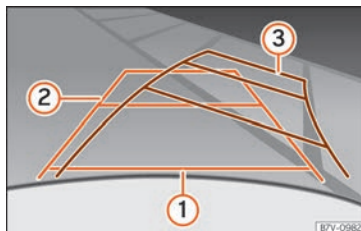

Abb. 277 Display: Orientierungslinien des Parkraums hinter dem Fahrzeug.
Bedeutung der auf den Bildschirm projizierten Orientierungslinien » Abb. 277. Alle Längenangaben der Orientierungslinien beziehen sich auf ein Fahrzeug, das auf einer waagrechten Fläche steht.
- Langsam rückwärtsfahren und dabei so lenken, dass die gelben Orientierungslinien in die Parklücke führen » Abb. 277 3.